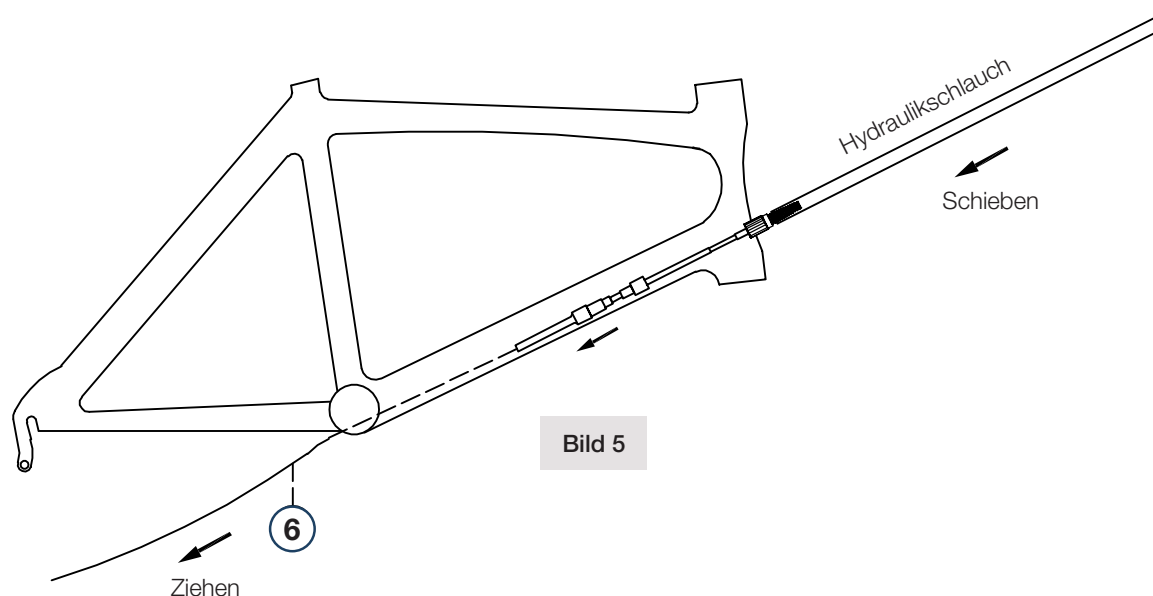

Bild 5
6. Ziehen Sie mit einer Hand das Zugseil mit der Leitung/Aussenhülle (6) durch den Rahmen. Schieben Sie gleichzeitig von der anderen Seite nach (siehe Bild 5).